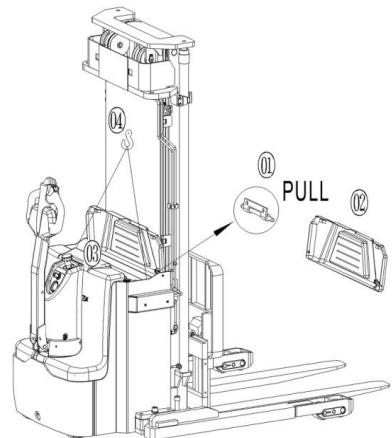

Рис. 16: Замена АКБ
- Удалить предохранительный болт (10).
- Затяните установочный болт (23) после регулировки опорных вил.
- При регулировке опорных вил, пожалуйста, обратите внимание, что количество установочных пазов (21), выставляемых на каждой стороне ног штабелера, должно быть одинаковым. (Как показано на рис. 16, если одна сторона имеет 3 установочных паза (21), с другой стороны также должно быть 3).
Припаркуйте штабелер в безопасной зоне, выключите при помощи замкового выключателя (10), затем нажмите аварийную кнопку (4). Откройте крышку аккумуляторного отсека, вытяните петлю, снимите крышку. Открутите фиксирующую пластину, отсоедините клеммы (Рис.16) и аккуратно вытащите аккумулятор при помощи крана. Операция по установке аккумулятора происходит в обратном порядке. Первыми необходимо подсоединить положительные клеммы. В противном случае оборудование может быть повреждено.